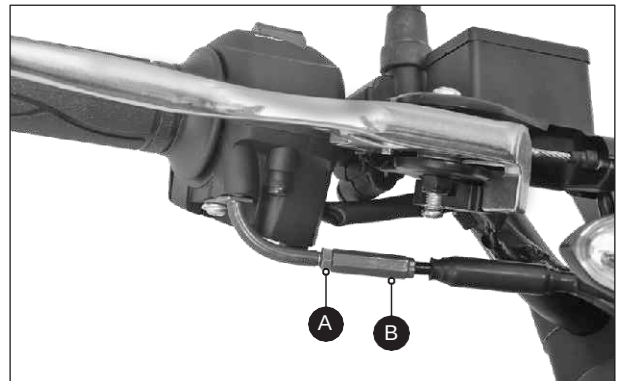

Fig. 2.38
- Suavemente, hale el cable del acelerador mientras sostiene el ajustador (B) para revisar el juego libre. (Fig. 2.38) Si el juego es menor o mayor, ajústelo así:
- Suelte la contratuerca (A) y gire el ajustador (B) hacia adentro o hacia afuera hasta obtener el juego libre especificado. (Fig. 2.38)